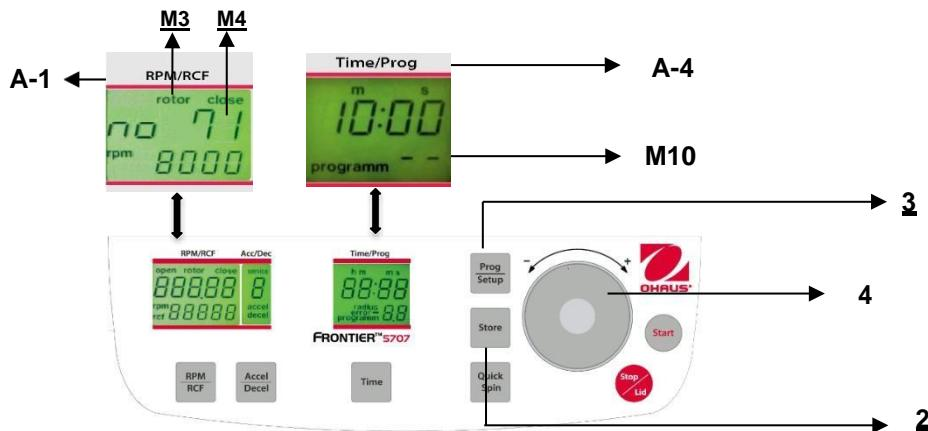

Figure. 23
Pour rappeler des programmes mémorisés, appuyer sur la touche "Prog/Setup" (3) (voir la figure 23) alors que le couvercle est déjà fermé. Sur l'affichage "Time/Prog" (A-4), le mot "programm -" (M10) apparaît. Le numéro de programme désiré peut être présélectionné avec le cadran de réglage (4).
Pour quitter le mode de programmation, appuyer simplement sur la touche "Prog/Setup" (3) (voir la figure 23). Sur l'affichage "Time/Prog" (A-4), le mot "programm" (M10) apparaîtra.